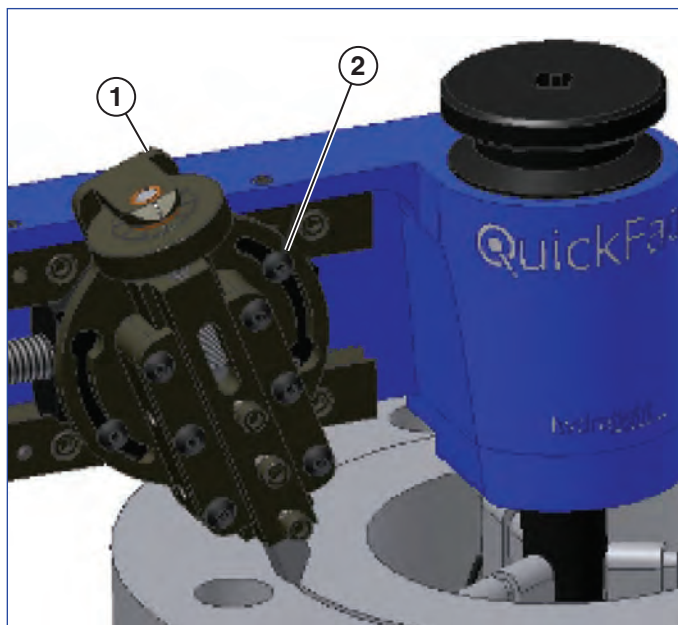

Figura 11
2. Allentare le viti della slitta oscillante per inclinare la slitta oscillante. L'angolo preferito va da 10° a 30° dalla perpendicolare. Accertarsi che la slitta sia sufficientemente inclinata in modo sufficiente per passare attraverso l'intera faccia in un'operazione continua senza esaurire la corsa (**vedere la Figura 11**). Il QuickFace taglia partendo dal diametro esterno verso il diametro interno.